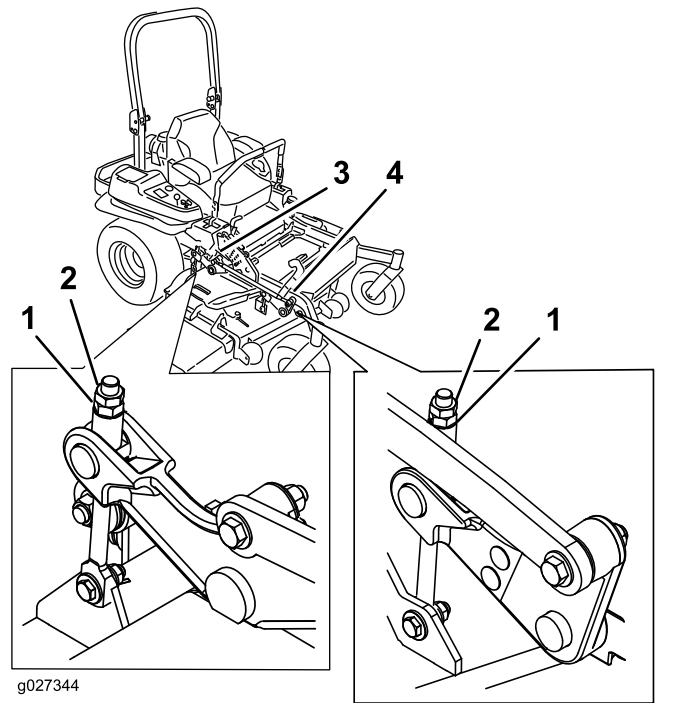

Bild 94
10. Drehen Sie die Einstellmutter am Frontmähwerkhub, um eine genaue Einstellung zu erreichen (Bild 94).